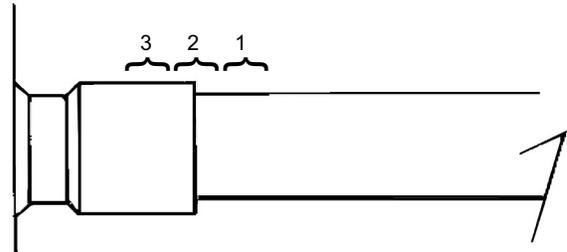

FIGURA 6
Refiérase a la sección Nuevas Instalaciones (ver Figura 6) para encontrar sugerencias para una adecuada soldadura por brazeo de estos accesorios.
- Caliente la Zona 1. A medida que el tubo alcanza la temperatura correcta, mueva la llama del soplete a la Zona 2. (Ver Figura 6)
- Caliente el tubo de forma pareja en la Zona 1, moviendo la llama lentamente hacia la Zona 2. Cuando la unión alcance la temperatura correcta, aplique el material de aporte. (Ver Figura 6)